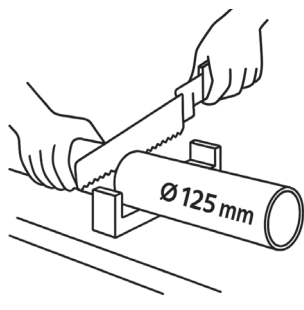

Рис. 4
- Отрежь воздуховод пластиковый $\varnothing 125$ мм (не входит в комплект) до длины, равной толщине стены. (Рис. 4)